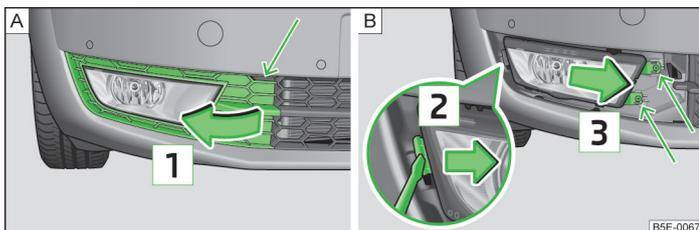

Abb. 178 Vorderer Stoßfänger: Schutzgitter / Nebelscheinwerfer ausbauen
- › Das Schutzgitter im Pfeilbereich » Abb. 178 - mithilfe des Bügels zum Abziehen der Radvollblenden » Seite 193, Bordwerkzeug lösen.
- › Das Schutzgitter in Pfeilrichtung abnehmen » Abb. 178.
- › Den Nebelscheinwerfer » Abb. 178 - mit dem Schraubendreher aus dem Bordwerkzeug abschrauben.
- › Bei erneutem Einbau den Nebelscheinwerfer entgegen der Pfeilrichtung » Abb. 178 einsetzen und festschrauben.